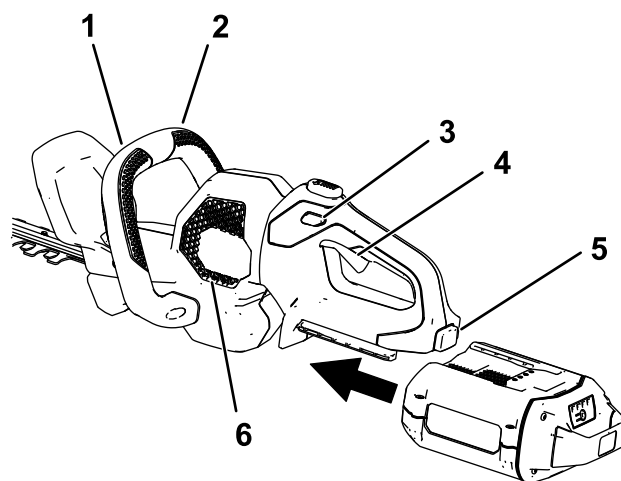

Figura 4
3. Alinee el hueco de la batería con la lengüeta del alojamiento de la empuñadura, sujete la empuñadura, e introduzca la batería en la empuñadura hasta que el cierre encaje en su sitio (Figura 4).
- Coloque una mano en la empuñadura con gatillo. Coloque la otra mano en la empuñadura auxiliar (Figura 4).
- Presione el interruptor de bloqueo y apriete el interruptor del gatillo mientras activa el interruptor de la empuñadura auxiliar para encender el cortasetos (Figura 4).
El cortasetos seguirá encendido mientras se aprietan el interruptor de la empuñadura auxiliar y el gatillo. Puede soltar el interruptor de bloqueo una vez que el cortasetos esté funcionando (Figura 4).
Para apagar el cortasetos, suelte el gatillo, el interruptor de la empuñadura auxiliar, o ambos (Figura 4). Espere al menos 5 segundos para que la cuchilla se detenga.